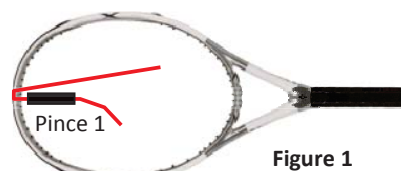

Figure 1
- Prendre la corde et la serrer dans la pince 1 et positionner la corde pour se retrouver dans la configuration figure 1.